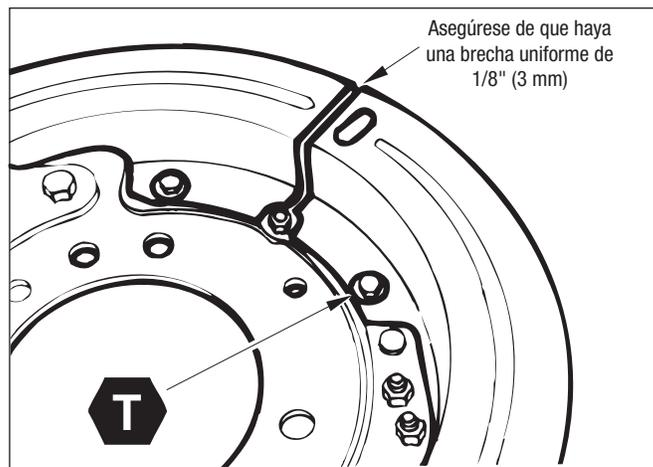

Figura 46 – Espaciado del guardapolvo
3. Vuelva a colocar el guardapolvo, según sea necesario, para permitir un espacio uniforme de 1/8" (3.2 mm) a lo largo de los bordes de acoplamiento paralelos. Consulte la figura 46.